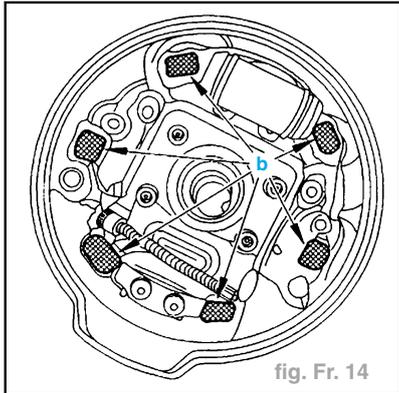

fig. Fr. 14
- les ressorts de maintien (4) (clé 426 T)
- la bielle (2) de rattrapage de jeu (en écartant les segments de frein)
- Graisser légèrement les 6 points d'appui "b" des segments de frein sur le plateau de frein (fig. Fr. 14).